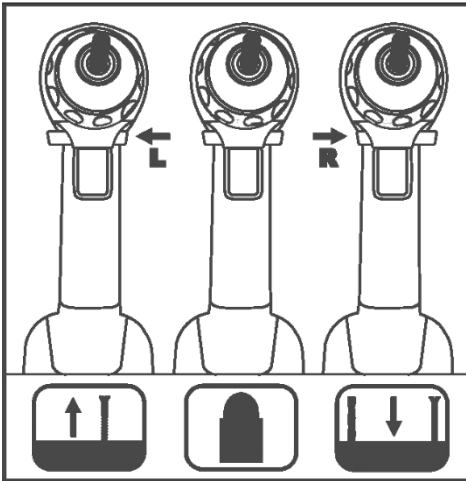

Рисунок 2
2.3.8 Перемикач реверсу (напряму обертання шпинделя) (4) дозволяє змінювати напрямок обертання патрону при виконанні операції загвинчування/вигвинчування шурупів і гвинтів (див. рисунок 2).